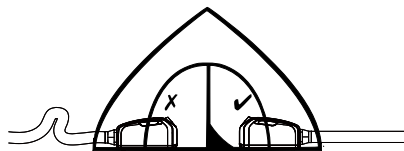

图 2
- b. 将热风接管组件卡在空调尾端，风管伸到帐篷外面，如图 2。